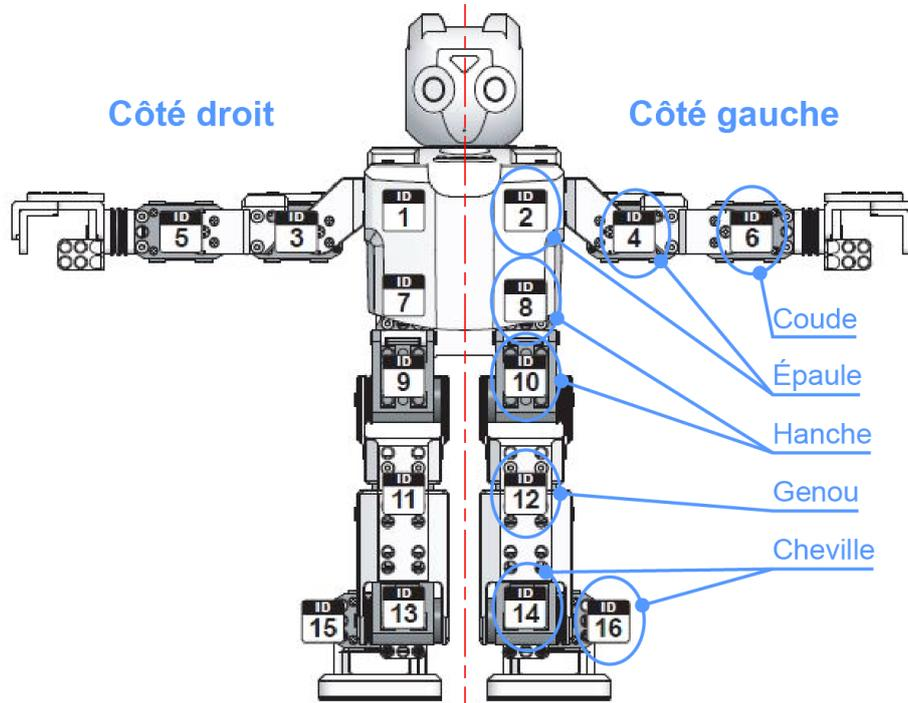

Figure 1.3-2 : Implantation des servomoteurs et latéralisation
La mise en mouvement des différents membres du robot est assurée par des **servomoteurs** : 3 pour chaque bras et 5 pour chaque jambe, soit 16 au total. La Figure 1.3-2 donne la latéralisation du robot, l'implantation des servomoteurs ainsi que leur numéro d'identifiant (ID).